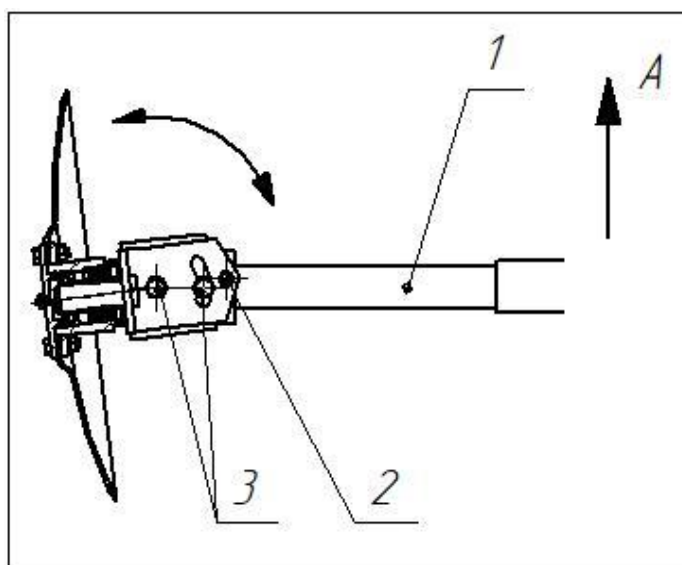

Рисунок 19. Угол диска маркера
1. Угол диска маркера и ширина следа устанавливается следующим образом рис. 19. Открутить болт 2 так, чтобы он вышел из отверстия пластины рис, ослабить болты и гайки 3, установить диск.